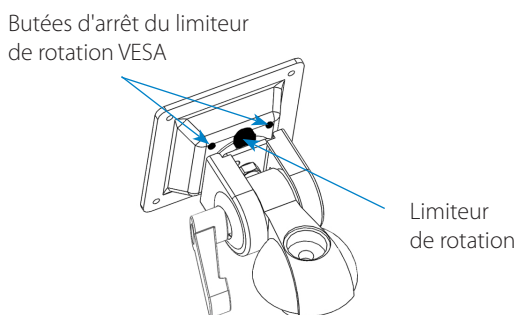

Figure 2
2. Re-monter le moniteur (voir page 13). Prenez le moniteur lui-même et tourner à l'angle désiré. La tête s'arrête à l'emplacement du bouchon et interdire un mouvement supplémentaire. **(Figure 2 et 3)**